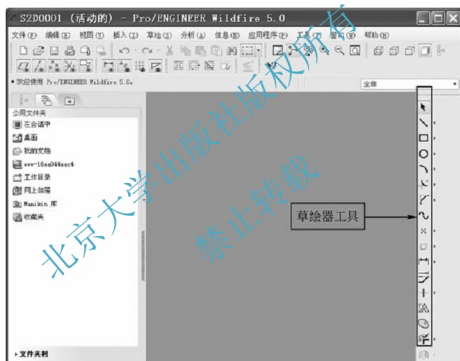

图 2.1 “草绘文件”草绘界面
(1) 建立草绘文件：在下拉菜单中选择【文件】→【新建】命令，在如图 1.4 所示的【新建】对话框的【类型】分组框中，选择【草绘】单选按钮。系统默认的文件名是 S2D0001，扩展名为 sec。在【名称】文件框中输入草图名称，单击【确定】按钮。系统进入如图 2.1 所示的“草绘文件”草绘界面。
说明：实际工作中，该方法主要用在草绘线条关系十分复杂，并且需要重复使用的情况下。使用此方法建立的草绘文件可以在零件建模的草图界面(图 2.1)中，通过选择下拉菜单中的【草绘】→【数据来自文件...】命令调用。